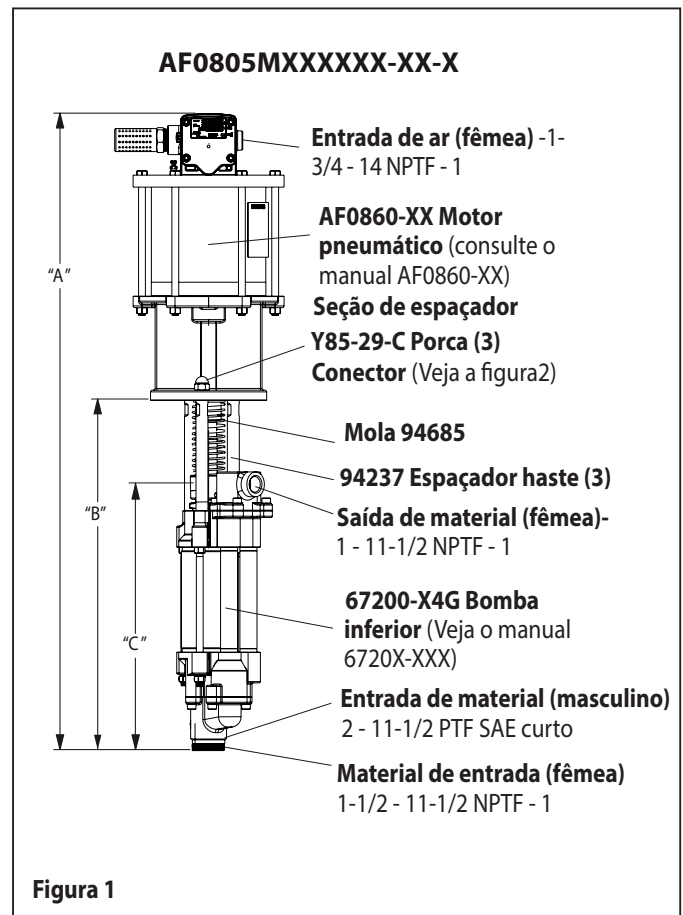

Figura 1
2. Remova as três porcas (Y85-29-C) das três hastes espaçadoras (ver figura 1).